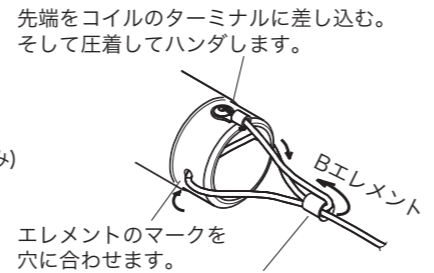

図2
7. 折り曲げたエレメントが動かないようにスリーブを圧着して固定します。(以上 図2参照)
4. エレメント先端をコイルのターミナルに差し込み圧着してハンダします。そして被覆の切り口を市販のシリコンシーラントなどで防水しておきましょう。(以上図2参照)